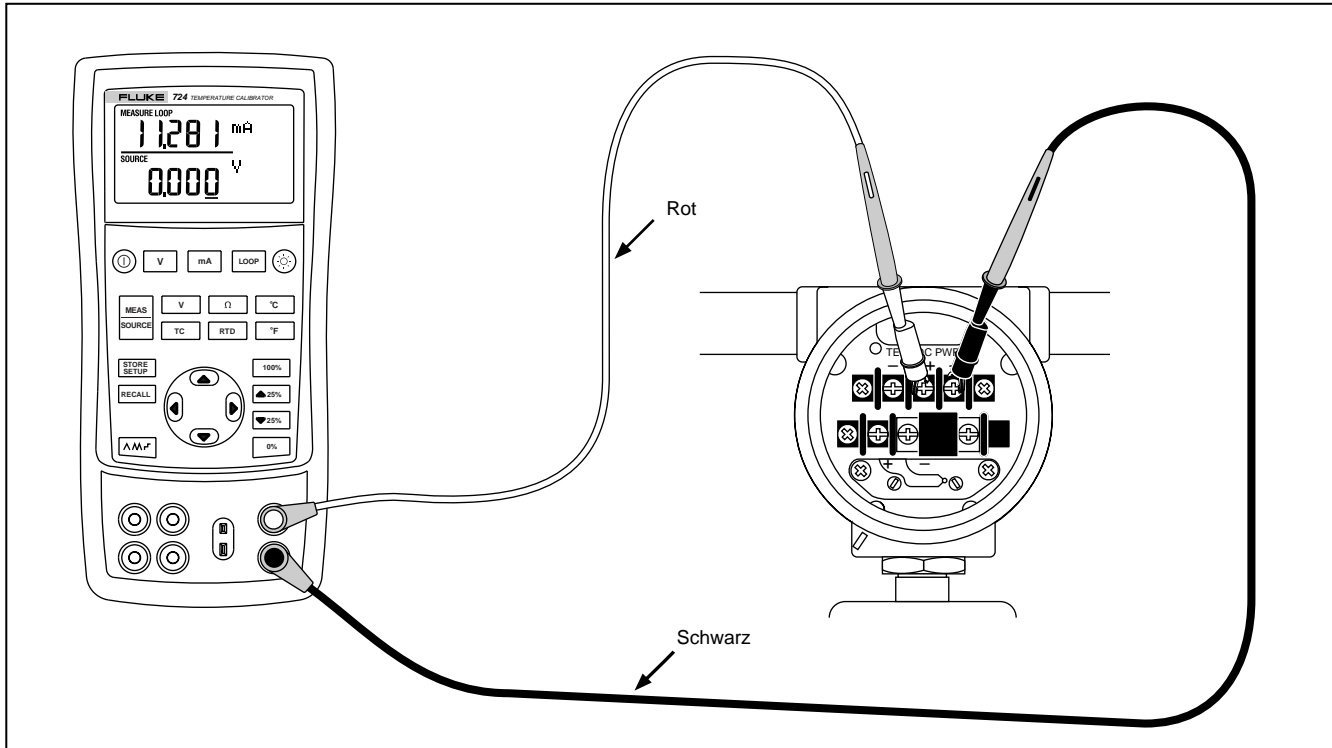

Abbildung 8. Anschlüsse zur Ausgabe von Schleifenstrom
1. Den Kalibrator gemäß Abbildung 8 mit den Transmitterstromschleifenanschlüssen verbinden.